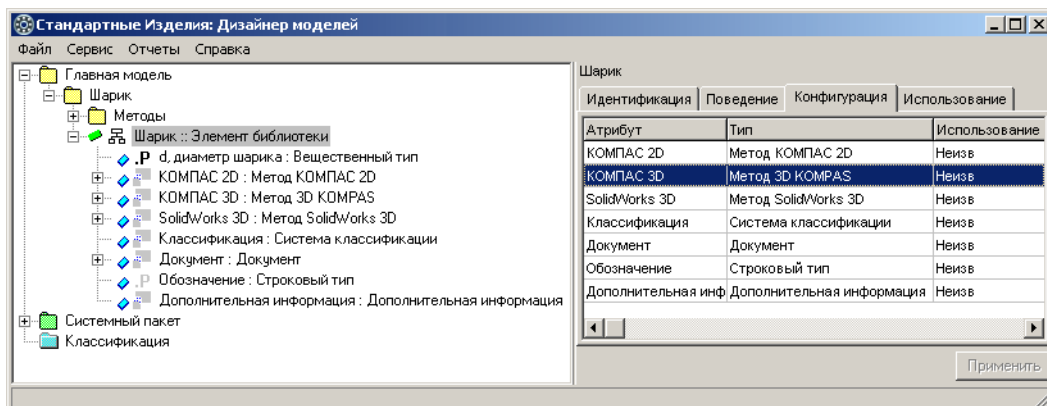

Рис. 3.22.
1. Укажите класс *Шарик :: Элемент библиотеки* и раскройте вкладку **Конфигурация**. На вкладке перечислены атрибуты, по которым можно конфигурировать класс (рис. 3.22).
Задайте правило вычисления значения атрибута *Тело = 'Plib_Ball.vbs'* так, как показано на рис. 3.22.